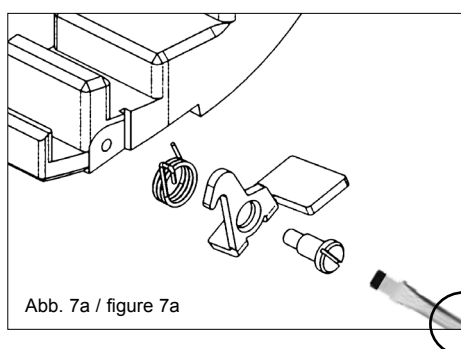

Abb. 7a / figure 7a
- Eine zweite Torsicherung liegt bei und kann bei Bedarf montiert werden. Dazu bitte Teile wie in Abb. 7a anbringen und mit Schraubendreher festziehen.
- Second barndoor catch is included in the delivery. For assembly please put the individual pieces onto the accessory bracket as displayed in fig. 7a and tighten with a screwdriver.